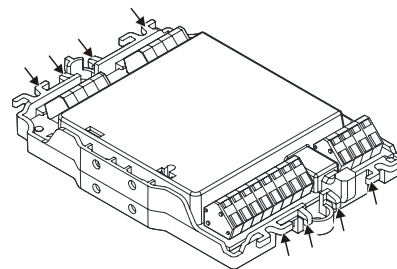

Fig. 9
4. Secure cables on module with cable ties (Fig. 9).
- Befestigen Sie die Kabel mit Kabelbindern am Baustein (Fig. 9).